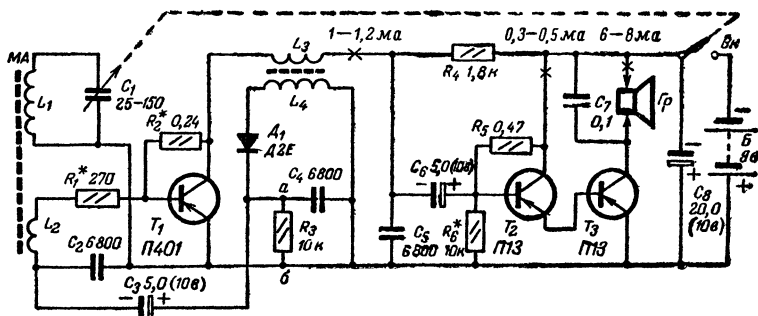

Рис. 6. Принципиальная схема приемника «Малыш».
**Принципиальная схема.** Приемник собран по рефлексной схеме прямого усиления (рис. 6), содержащей каскад усиления высокой частоты, диодный детектор и три каскада усиления низкой частоты.
рис. 6 крестиком). Ток не должен превышать 6—8 *ма*. Если достаточная громкость воспроизведения передачи достигается лишь при значительно большом расходе тока и подбор указанных резисторов не дает должного результата, то можно попытаться удалить совсем резистор  $R_1$  или уменьшить его сопротивление и несколько увеличить число витков катушки связи  $L_2$ . Можно также попытаться заменить транзисторы  $T_1$  и  $T_2$  новыми с большими коэффициентами усиления.